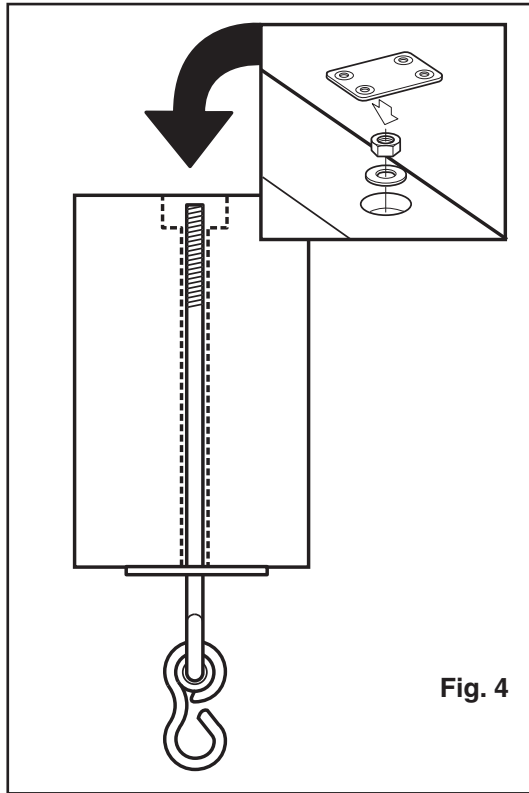

Fig. 4
4. Choose the location of the swings and iron man rings. Insert nylon bushing swing hangers through the bottom beam clamps and corresponding holes and secure using a washer and loc nut (Fig. 4).
4. Escoja la ubicación para los columpios y la de Anillos Aros Atléticos. Inserte los colgadores de columpio con bujes de nilón a través de la parte de abajo de los sostenes de la viga y los huecos correspondientes, y sujete usando arandela y tuerca de traba (Fig. 4).
4. Choisir l'emplacement des balançoires et Anneaux d'athlétisme. Insérer les crochets de balançoire munis d'une bague en nylon dans les attaches de poutre inférieures et les trous correspondants, puis les fixer solidement avec une rondelle et un écrou de blocage (Fig. 4).